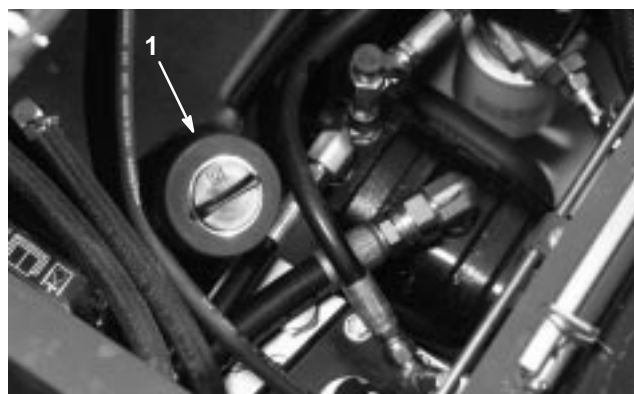

Figure 5
3. Nettoyez la surface autour du goulot et du bouchon de remplissage du réservoir hydraulique (Fig. 5). Enlevez le bouchon du goulot de remplissage